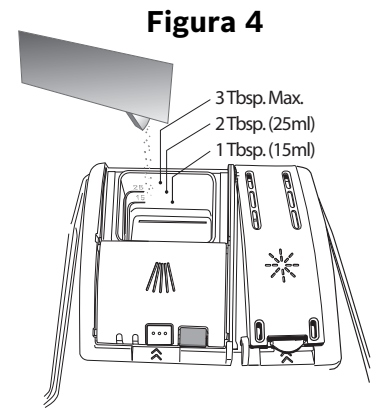

Figura 5
- Coloque el dedo como se muestra en la **Figura 5**.